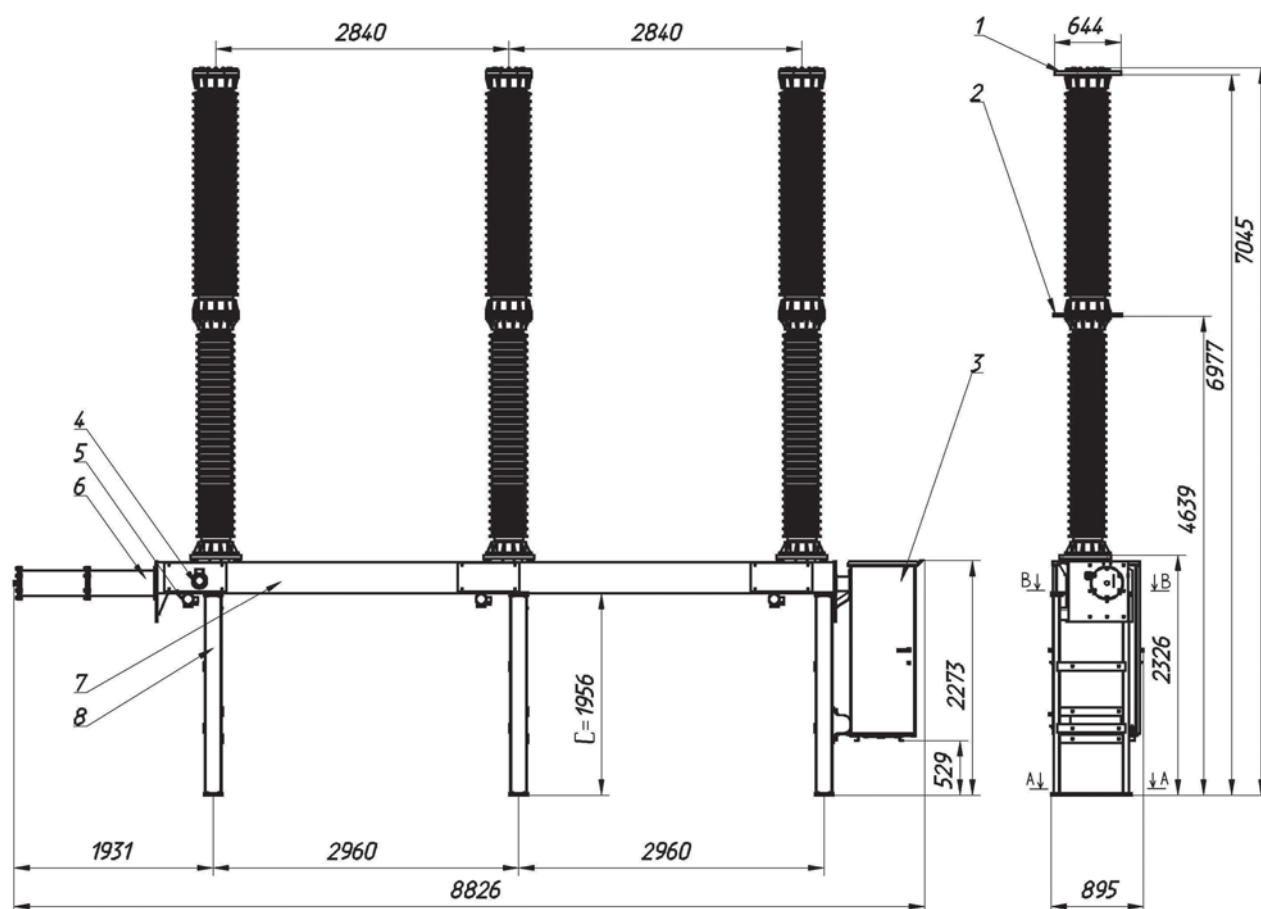
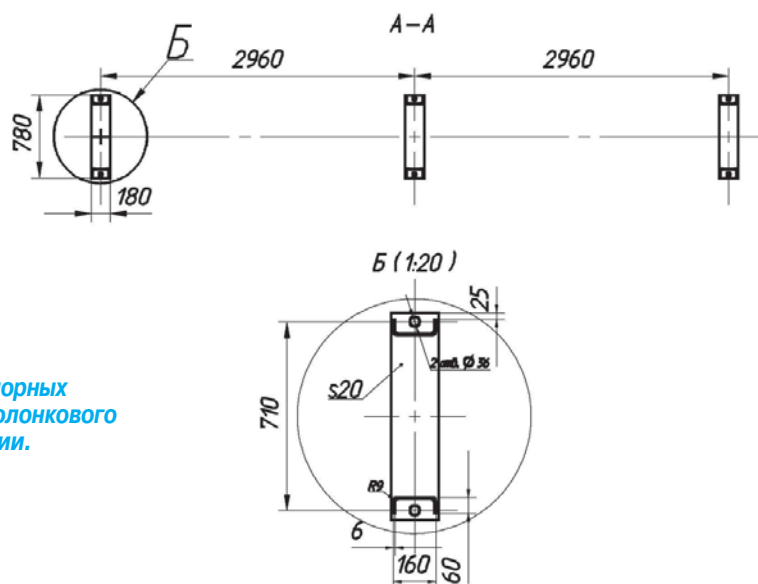

Рисунок 1. Габаритные размеры выключателя элегазового колонкового ВГТ-1А1-220.
Рисунок 2. Установочные размеры опорных конструкций выключателя элегазового колонкового ВГТ-1А1-220 в типовом исполнении.
4.4. Габаритные размеры выключателя показаны на рис. 1. Установочные размеры показаны на рис. 2, 3. Вывод выключателя показан на рис. 4.
* - высота опорной конструкции (размер С на рис. 1 Технической информации) измеряется от обреза фундамента до рамы выключателя.